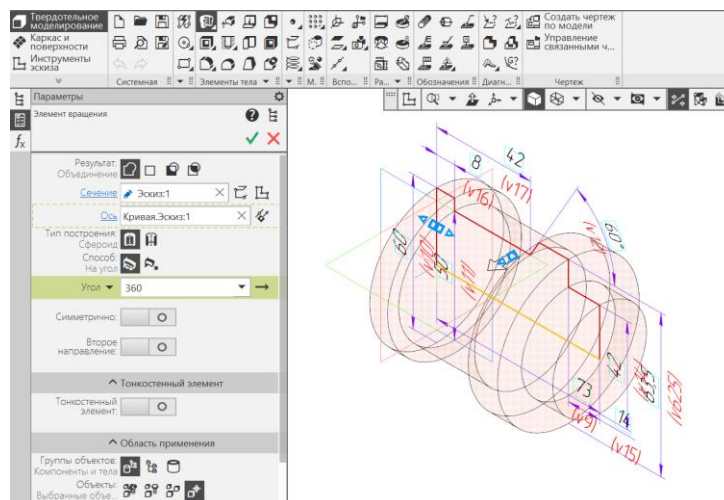

Рис. 3 Команда «Элемент вращения 1»
- **Твердотельное моделирование – Элементы тела – Элемент вращения.** Параметры команды Элемент вращения: результат – Объединение; сечение – Эскиз 1; ось вращения – Эскиз 1; угол поворота – 360^0 (рис. 3).